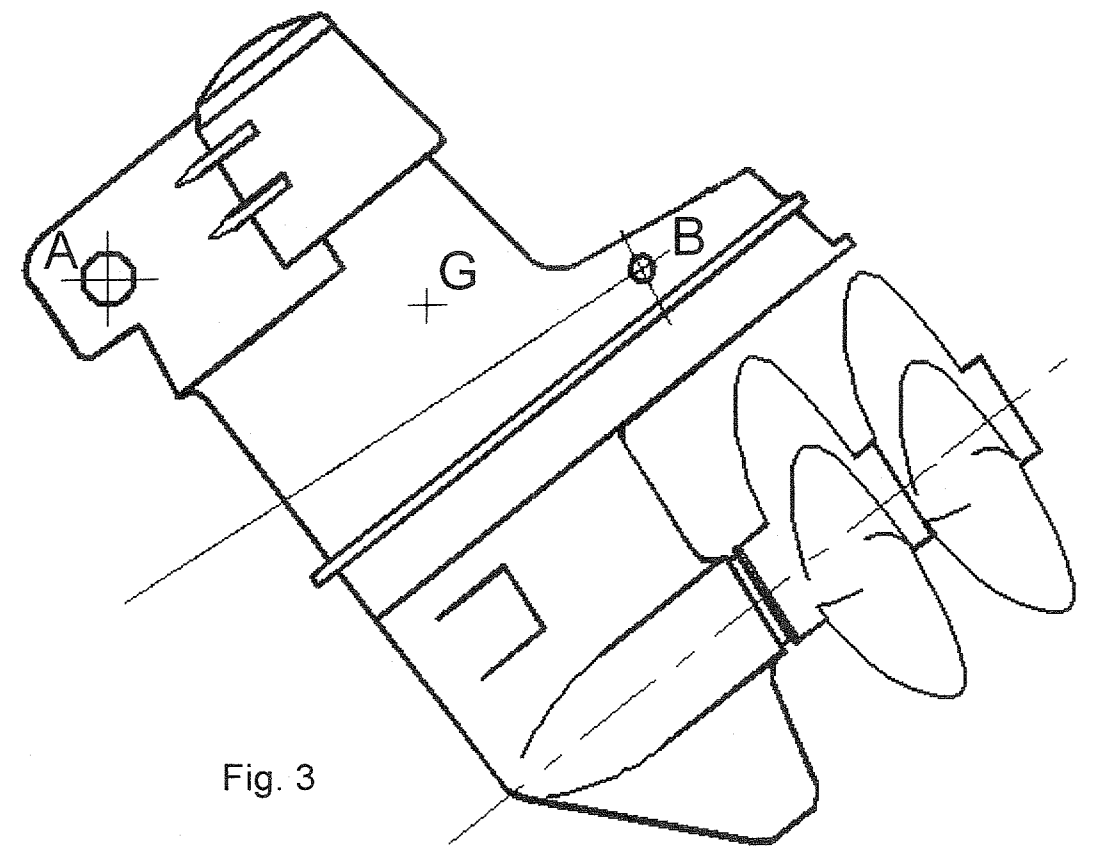

Fig. 3
3. On isole l'embase 1 (voir Fig. 3 page 4/6)
3.3. Sur la Fig. 3, tracer la direction du poids et le support de l'action passant par A. Repérer les directions des trois forces